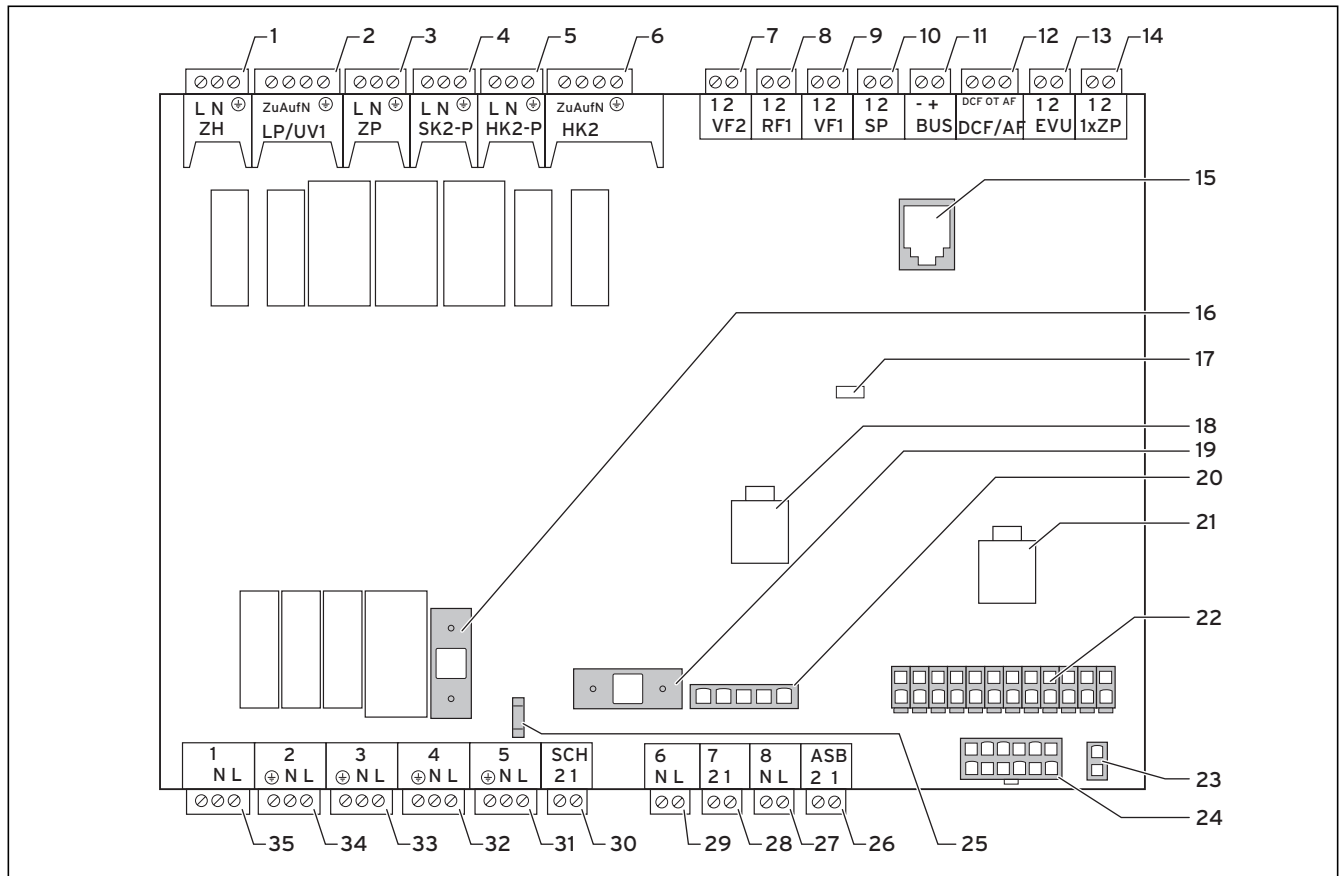

Abb. 7.9 Reglerplatine
- Schließen Sie die permanente Stromversorgung an die Netzeinspeisung Normaltarif an (2).
- Schließen Sie die Niedertarif-Stromversorgung an die Netzeinspeisung Niedertarif an (1).
- Schließen Sie den Kontakt des Rundsteuersignalempfängers an Klemme 13 „EVU“ (Energieversorgungsunternehmen) an (→ **Abb. 7.9**).
- Schließen Sie den Kontakt des Rundsteuersignal-Empfängers an Klemme 13 „EVU“ (Energieversorgungsunternehmen) an (→ **Abb. 7.9**).
Legende zu Abb. 7.9
- Installieren Sie die Standardfühler VR 10 entsprechend den Anforderungen des Hydraulikschemas und schließen Sie sie an den jeweiligen Klemmen der Reglerplatine an (→ **Abb. 7.9**).